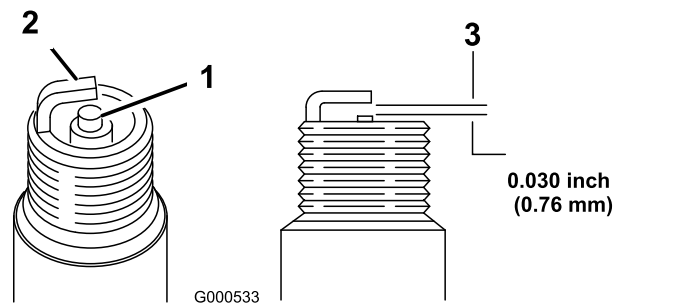

Figure 28
5. Réglez l'écartement des électrodes à 0,76 mm (0,030 po); voir Figure 28.